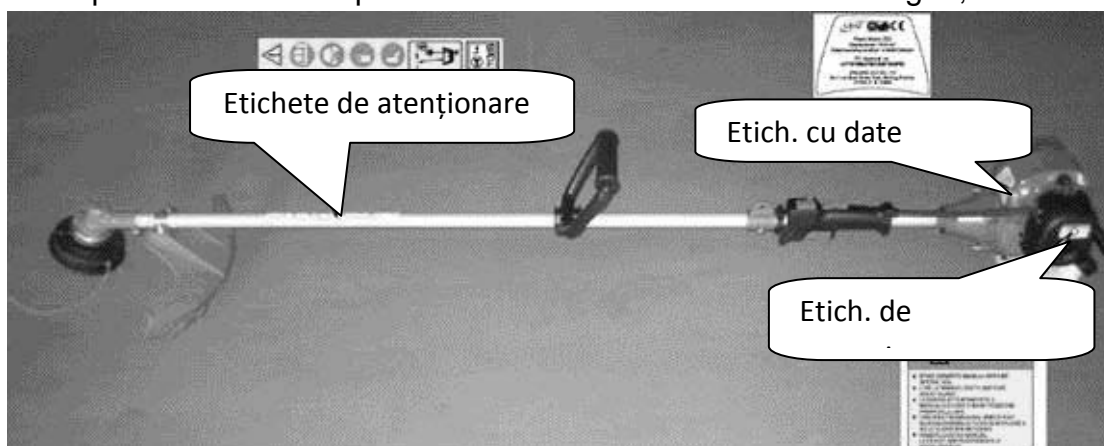

fig.1.
1. Etichetele de atenționare în cazul aparatelor GBC33 și GBC43 sunt aplicate pe țeava de antrenare a sistemului de antrenare conform fig.1.;
2. Toate etichetele cu date tehnice sunt aplicate pe apărătoarea de deasupra ambreiajului conform fig. 1.;
3. Semnele de atenționare ale aparatelor GBC33 și GBC43 sunt aplicate pe filtrul de aer conform fig. 1.;